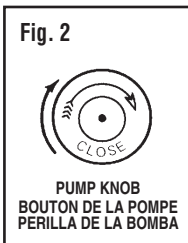

Fig. 2
- Close PUMP KNOB firmly. Turn in direction of arrow on pump knob. (Fig. 2)
- Fermez le BOUTON DE LA POMPE à fond. Tournez dans le sens de la flèche qui est indiqué sur le bouton de la pompe. (Fig. 2)
- Cierre la PERILLA DE LA BOMBA firmemente. Gírela en dirección de la flecha en la perilla de la bomba. (Fig. 2)